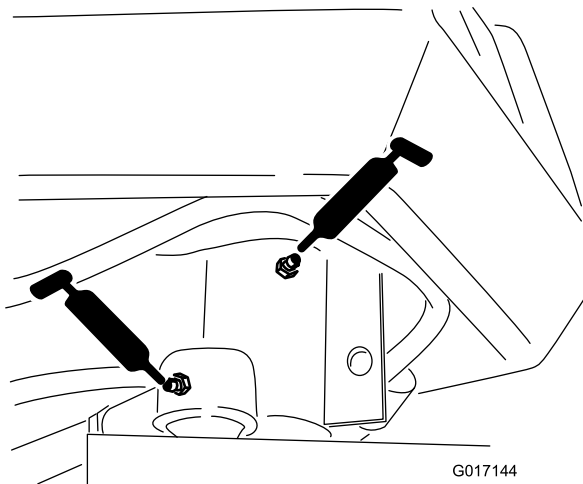

Figure 36
- Axe de fourche de direction (1) (Figure 36)
- Extrémité de tige de vérin de direction (Figure 36)